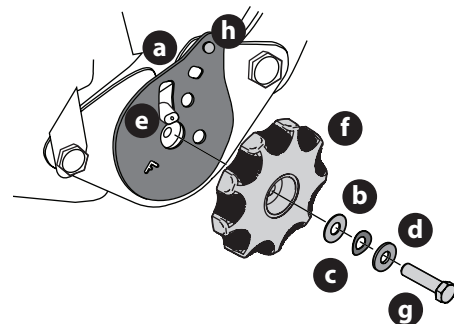

Figura 13
7. Saque el conjunto de perilla de inclinación del asiento de la bolsa e instálelo (Figura 13).
NOTA: asegúrese de orientar la placa reclinable (a) y de instalar la arandela de plástico (b), la arandela de resorte (c) y la arandela de metal (d) (Figura 13). La arandela de plástico va en la parte de adentro.
8. Deslice la placa de cojinetes reclinable (a) en el pasador de la placa reclinable (e) (Figura 13).
10. Con una llave ajuste el tornillo hexagonal (g) hasta que resulte difícil hacer girar la perilla de la placa reclinable (f) (Figura 13 en la página 48).
11. Afloje gradualmente el tornillo hexagonal (g) hasta que la perilla de la placa reclinable se mueva libremente. No afloje el tornillo hexagonal (g) más de una vuelta completa (Figura 13 en la página 48).
12. Instale la tuerca de 1/4" en el perno de remate (h) y rote la perilla de la placa reclinable para comprobar el funcionamiento del asiento (Figura 13 en la página 48).